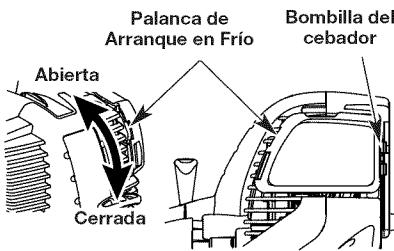

Fig. 10
Para funcionamiento en tiempo de frío (por debajo de 40°F), gire la palanca de arranque para tiempo frío (Fig. 10) hacia abajo hasta la posición de arranque/cerrada y continúe al paso 3. NO gire esta palanca hacia abajo si la temperatura está por encima de 40°F.
- Oprima completamente y libere la pera del cebador 10 veces, lentamente. Deberá verse alguna cantidad de combustible en la pera del cebador (Fig. 10). Si no puede ver combustible en la pera, oprima y suelte la pera tantas veces como sea necesario hasta que vea combustible en la misma.
SI ESTÁ FRÍO... Para funcionamiento en tiempo de frío (por debajo de 40°F), gire la palanca de arranque para tiempo frío (Fig. 10) hacia abajo hasta la posición de arranque/cerrada y continúe al paso 3. NO gire esta palanca hacia abajo si la temperatura está por encima de 40°F.